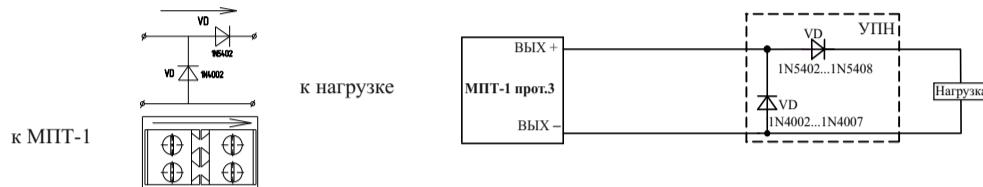

Рисунок 3
5.16 Для обеспечения контроля целостности выходных цепей в разрывы выходной цепи непосредственно к нагрузке должно быть подключено устройство подключения нагрузки (далее – УПН) (Рисунок 3). Стрелка на корпусе УПН направлена к клемме подключения нагрузки. Контроль осуществляется измерением токов, протекающих через диоды, входящие в состав УПН.